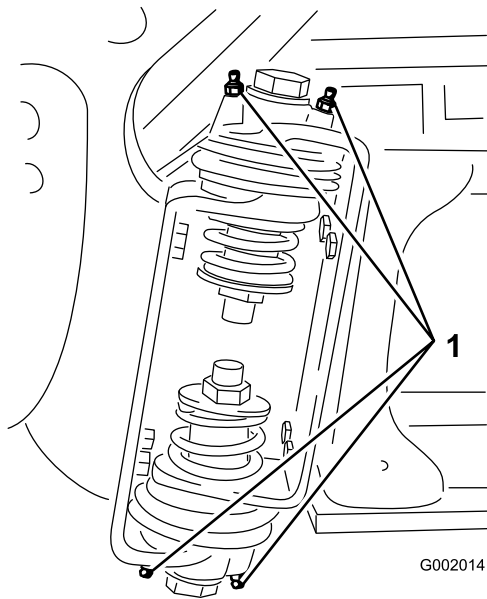

Figura 91
2. Bombee grasa en el cojinete o casquillo de cada punto de engrase **Figura 91**.